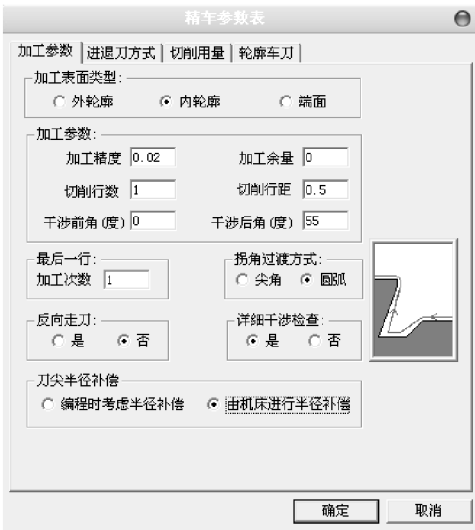
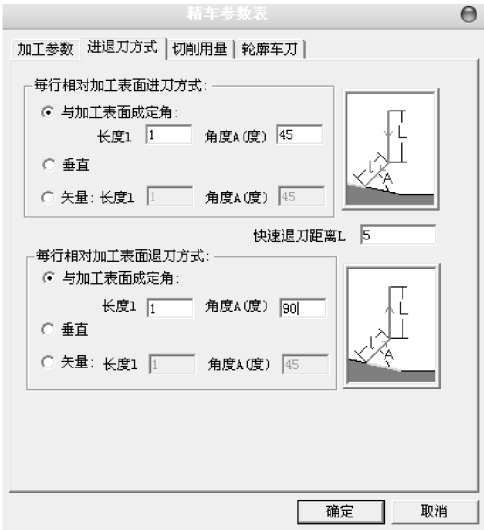

图 8-112 内孔精车加工参数设置
图 8-113 内孔精车进退刀方式参数设置
(5) 生成内轮廓精加工刀具路径 在菜单栏中选择【数控车】→【内孔轮廓精车】命令,或者单击【数控车】工具栏中的按钮,系统弹出【精车参数表】对话框,单击【加工参数】选项卡,设置的参数如图 8-112 所示;单击【进退刀方式】选项卡,设置的参数如图 8-113 所示;单击【切削用量】选项卡,设置的参数如图 8-114 所示;单击【轮廓车刀】选项卡,设置的参数如图 8-115 所示,设置完成后单击【确定】按钮。